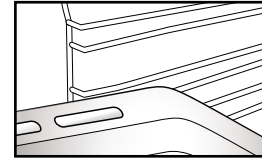

Рис. 2
2. Другие принадлежности, такие как поддон и противень, устанавливаются тем же способом, что и решетка (Рис. 2).